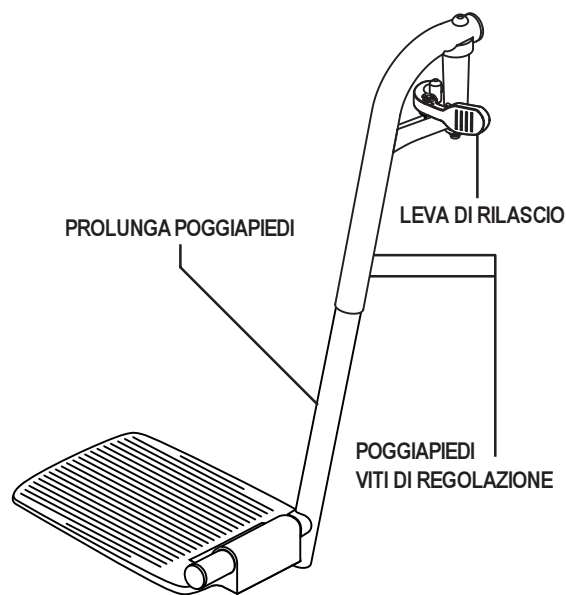

Figura 17. Poggiapiedi ruotabili
1. Spingere la leva di rilascio verso l'interno. Vedere figura 17.
1. Estrarre le due viti dal lato della prolunga del poggiapiedi. Vedere figura 17.